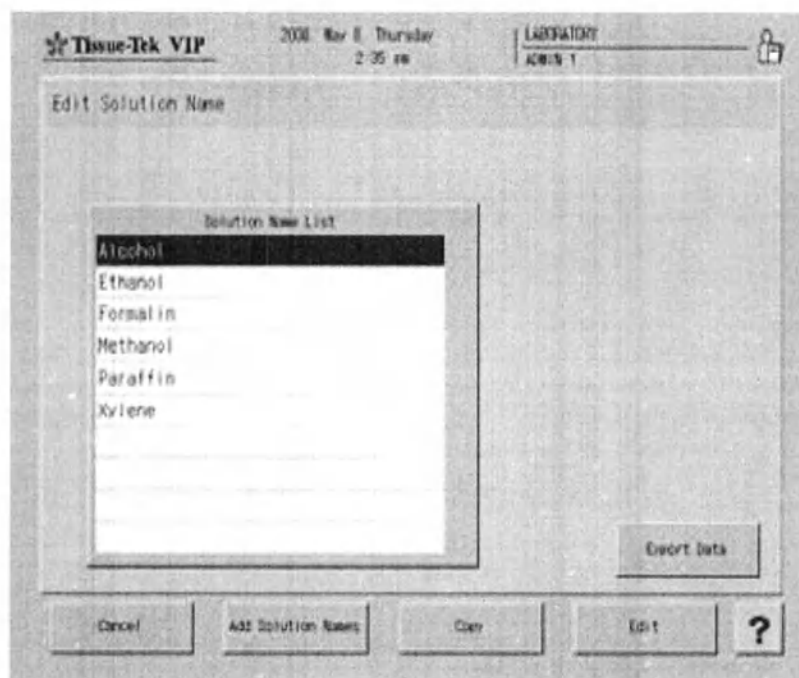

Рис. 61 Изменение названий растворов
1. В главном меню выберите закладку «**Edit Menu**» (Меню редактирования), а затем нажмите кнопку «**Edit Solution Names**» (Изменение названий растворов). Появится соответствующий экран (Рис. 61).
1. В главном меню выберите закладку **«Edit Menu»** (Меню редактирования), а затем нажмите кнопку **«Edit Solution Names»** (Изменение названий растворов). Появится соответствующий экран (Рис. 61).